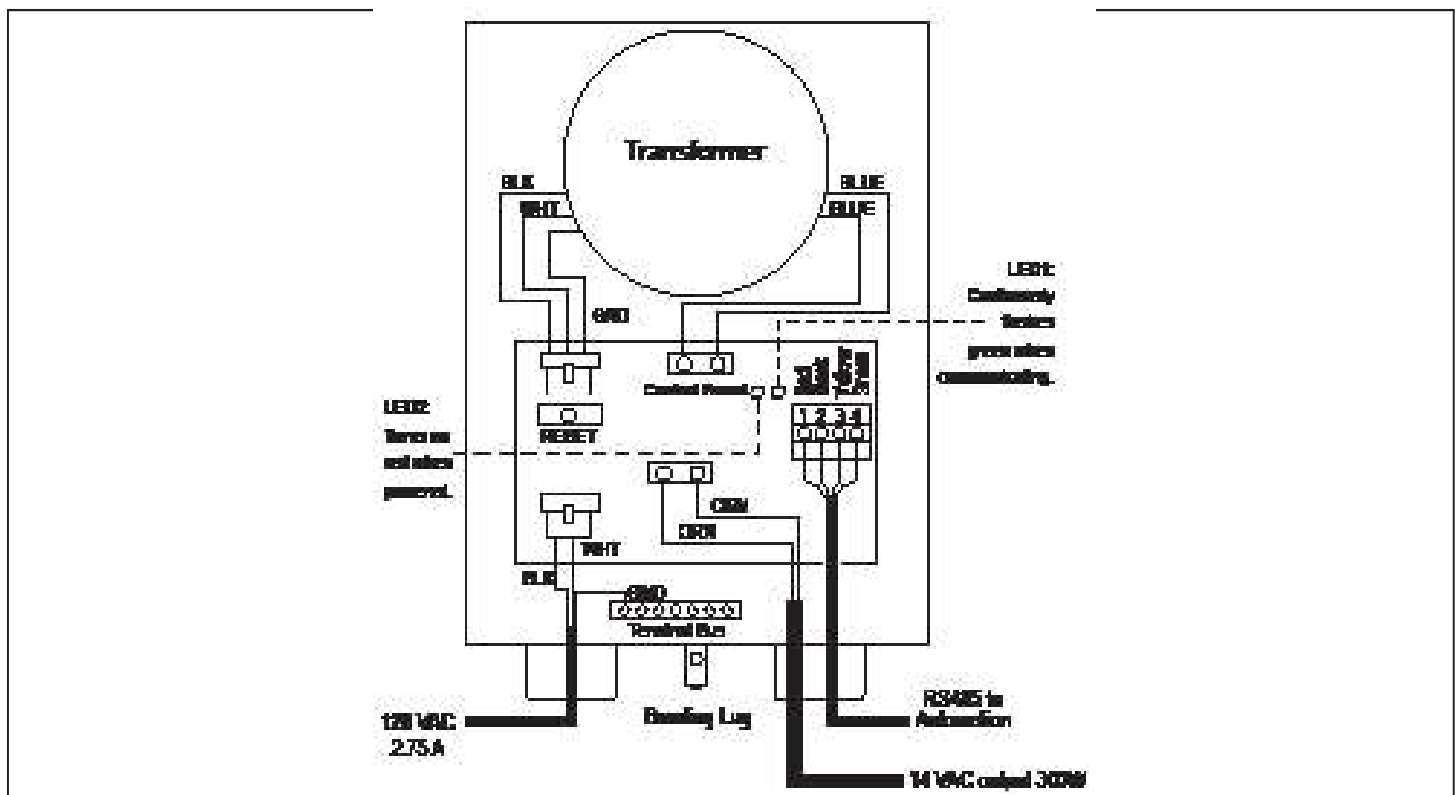

Figure 8. Câblage des jets lamineaires DEL Infinite WaterColors au contrôleur pour luminaire
3. Utiliser les capuchons de connexion pour connecter les câbles à basse tension, le câble noir du jet laminaire vers le câble orange du contrôleur pour luminaire et le câble blanc du jet laminaire vers le câble orange du contrôleur, voir Figure 8.